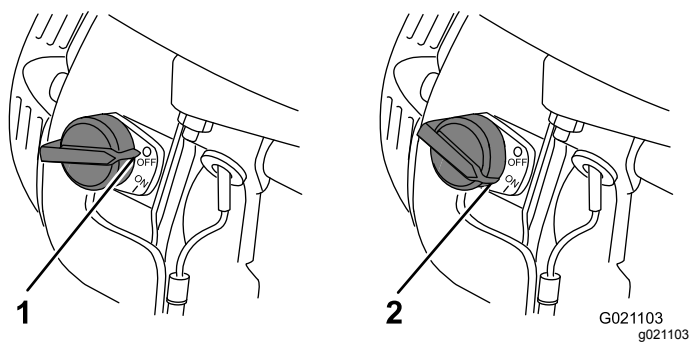

Figure 28
5. Placez la commande du moteur en position MARCHE (Figure 28).